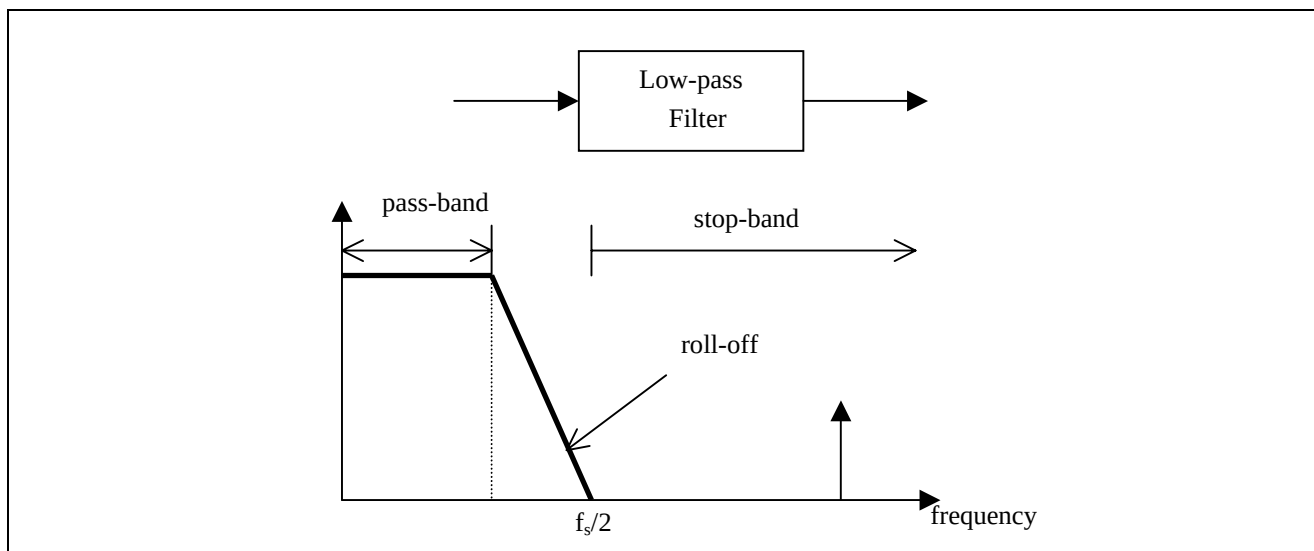

图 5 低通滤波器
- 为了校正从通带到阻带的滚降，将采样频率设定为 $1.1f_s$ (44kHz) (图 5)。